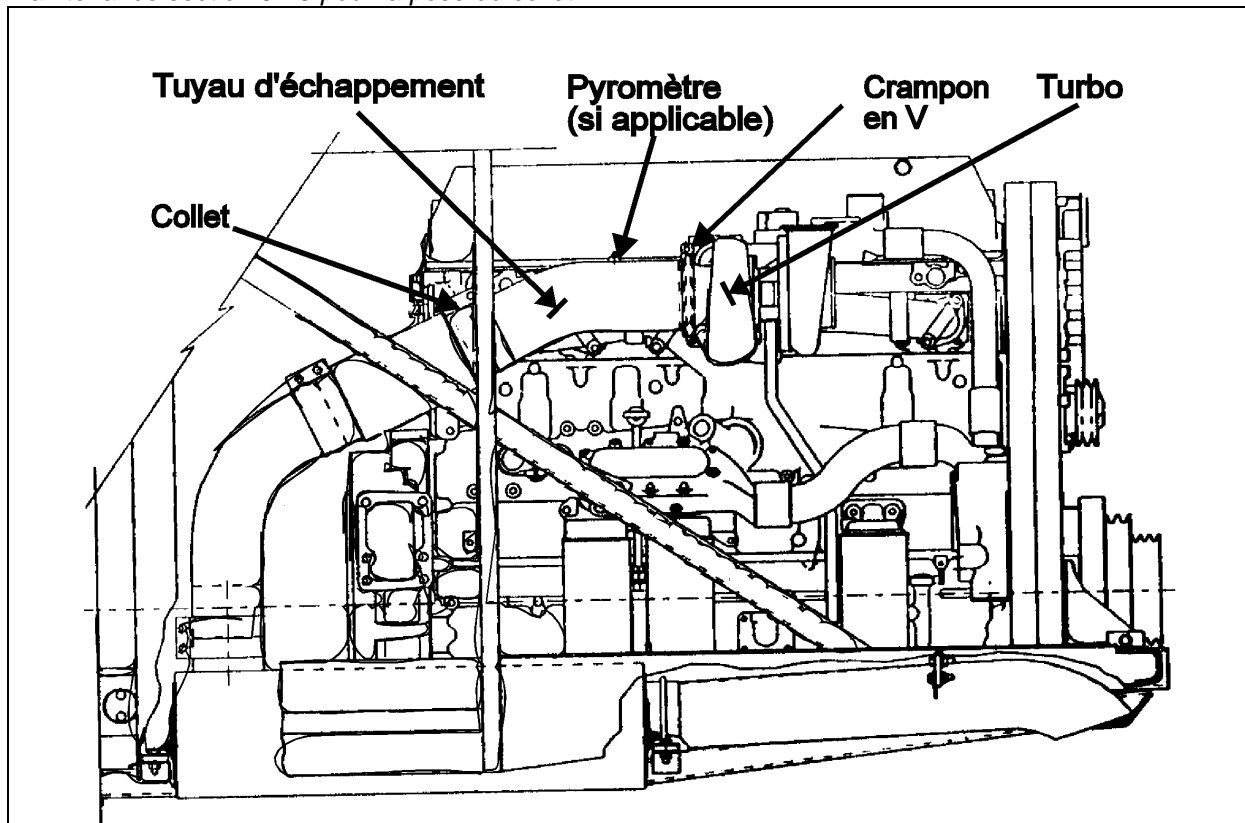

FIGURE 1
2. Localiser la première partie du tuyau d'échappement située à la sortie du turbo (Fig. 1).
3. Dévisser le crampon en V et le collet identifiés à la figure 1.